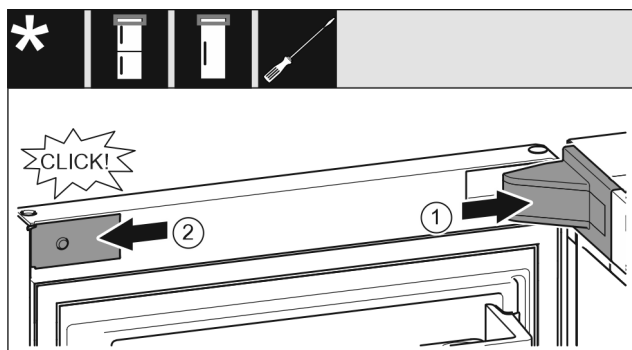

Fig. 65
- ▶ Mettre en place le cache du support de palier Fig. 65 (1) et l'enclencher. Au besoin, l'écarter avec précaution.
- ▶ Placer le cache Fig. 65 (2) sur le côté et l'enclencher.